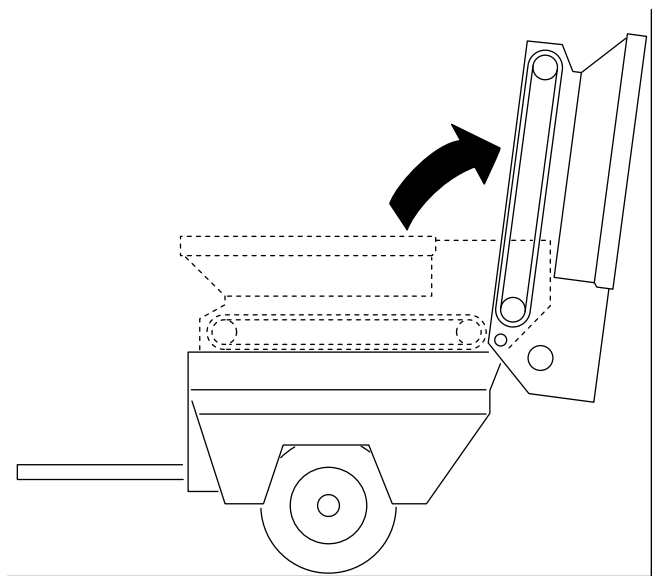

Рисунок 26
3. Поверните бункер назад и прислоните его к стене, стойке, лестнице и т.п. (Рисунок 26).
Убедитесь, что бункер откинут дальше оси поворота и (или) прикреплен к стене или столбу, чтобы исключить его случайное падение в рабочую зону (Рисунок 26).
3. Осторожно поверните бункер, опустив его вниз на балки подвижной рамы; см. Рисунок 26 в разделе Снятие подвижной плиты (страница 26).